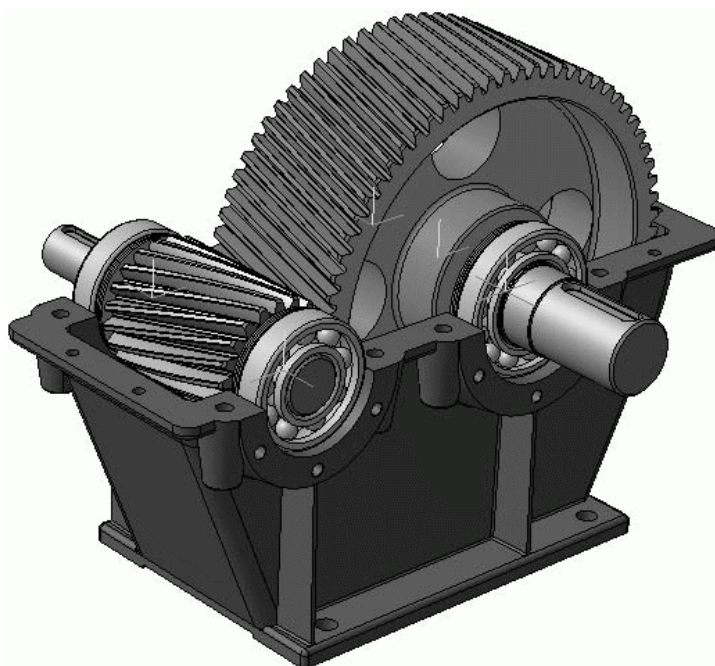

Рис. 3.116. Сборка подшипниковых узлов и вставка зубчатой передачи в корпус
11. В реальном производстве после запрессовки подшипников на вал весь комплекс (зубчатое зацепление) вставляется и фиксируется в корпусе редуктора. Поступим и мы таким же образом и добавим в сборку корпус. Для этого вставьте модель корпуса из файла в точку начала координат и зафиксируйте его (не забывайте давать понятные имена компонентам в дереве сборки). Подшипниковые узлы установятся точно в отведенные им места в корпусе редуктора (рис. 3.116).